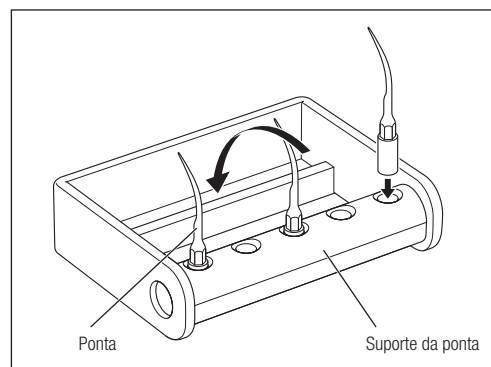

Fig. 60
- O suporte da ponta pode ser esterilizado em autoclave. Podem ser esterilizadas até 5 pontas ao mesmo tempo. Rode o suporte no sentido da seta para que as pontas sejam colocadas na estrutura para esterilização (Fig. 60).